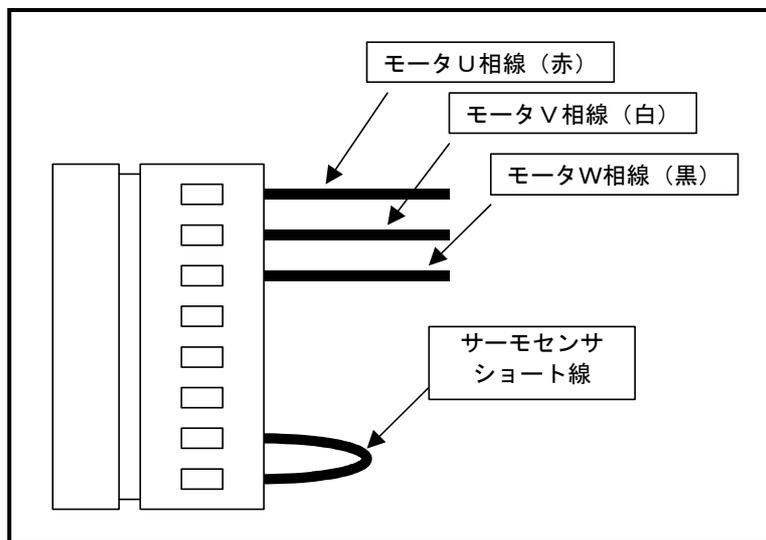

図 A-13 : 出荷時のモータケーブル接続状態
- (1) 現状のモータケーブルが「図 A-13：出荷時のモータケーブル接続状態」の状態であることを確認します。